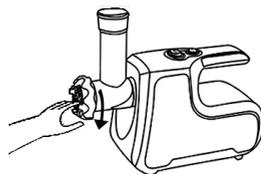

рис. 5
7.1.5 Зафиксируйте конструкцию с помощью фиксирующего кольца, повернув его по часовой стрелке, как указано на рис. 5. Не затягивайте кольцо слишком туго.